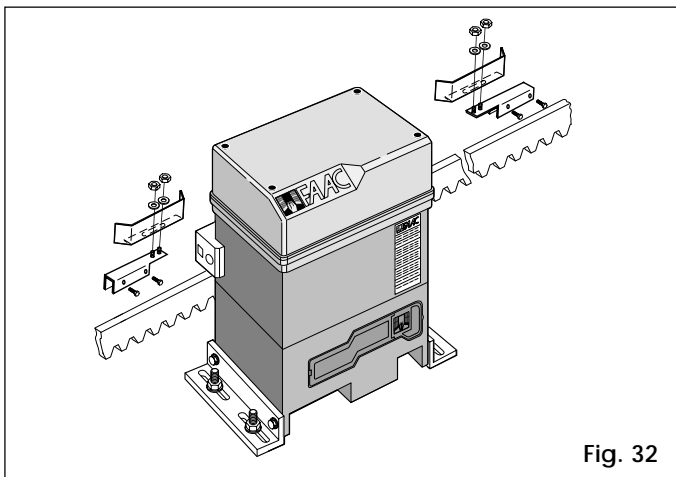

Fig. 32
- 2) Assembler le fin de course en centrant la plaquette par rapport aux axes filetés du support (Fig. 32).